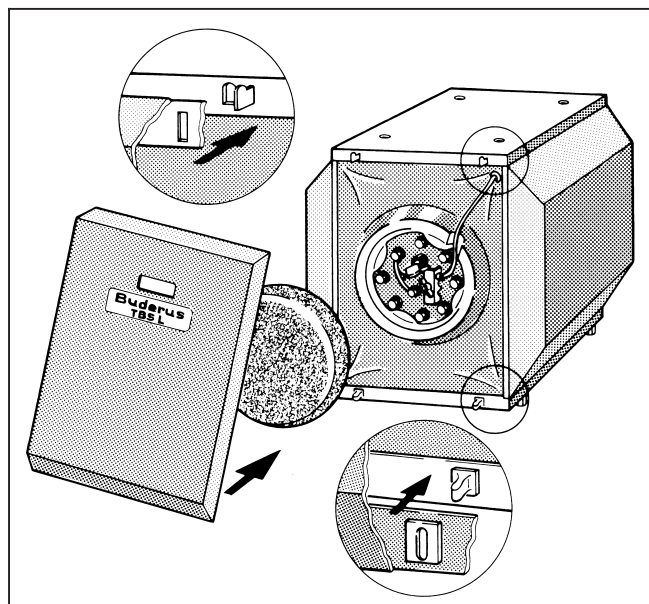

Fig. 9
- Applicare la piastra termoisolante davanti al coperchio passamano (Fig. 9).
- Applicare il pannello anteriore della caldaia all'accumulatore inserendo le due fessure sui due ganci che si trovano sopra nella parte anteriore (Fig. 9).
- Premere il pannello anteriore della caldaia nella parte inferiore inserendo le boccole nei perni applicati sul corpo dell'accumulatore (Fig. 9).